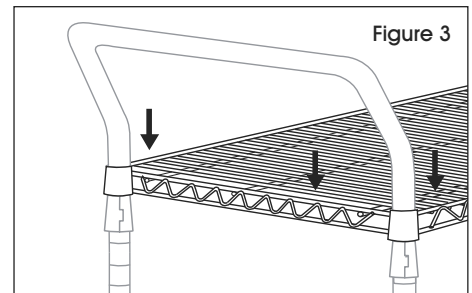

Figure 3
3. After snapping together all of the shelf supports at the proper height, slide the shelf down over the supports to secure the shelf. (See Figure 3)
3. Lorsque tous les supports de tablette sont enclenchés à la bonne hauteur, faites glisser la tablette vers le bas sur les supports pour fixer la tablette. (Voir Figure 3)